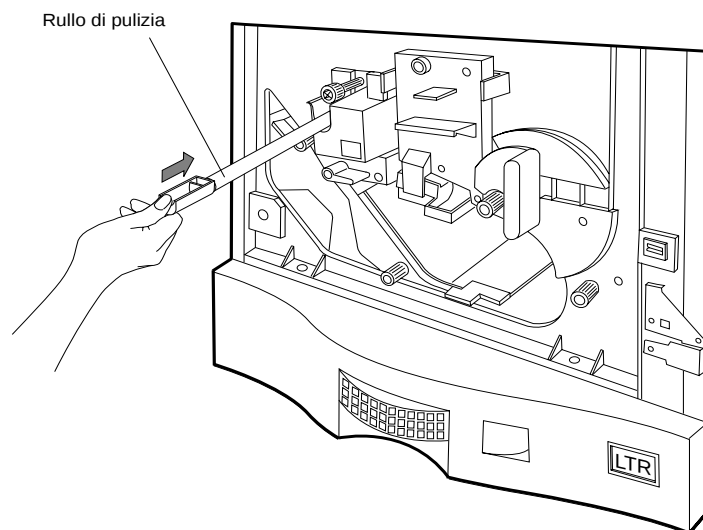

Figura 4-7 Inserimento del rullo di pulizia
3. Inserire il nuovo rullo di pulizia spingendolo all'interno fino a che non scatta al proprio posto, come mostrato nella Figura 4-7.